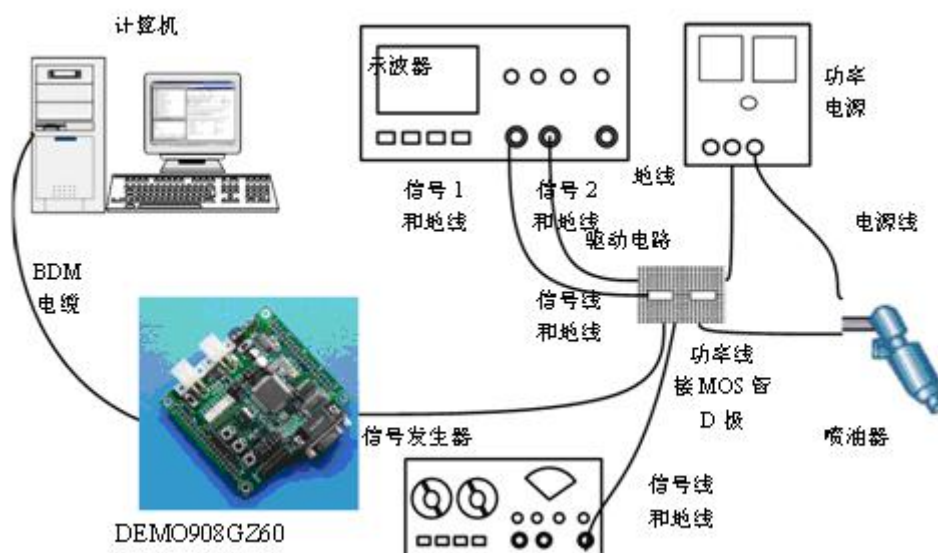

图 3.1 喷油量驱动电路实验的硬件框图
- (1) **在面包板上搭建喷油器驱动电路:** 整个实验的硬件框图如下图所示, 实验用的喷油器驱动电路如图 3.1 所示, 其中控制信号既可以由单片机输出, 也可以先用信号发生器输出; 注意分析喷油器电磁阀线圈中的电流与反馈电阻中流过的电流的同与异, 注意接线的可靠性。